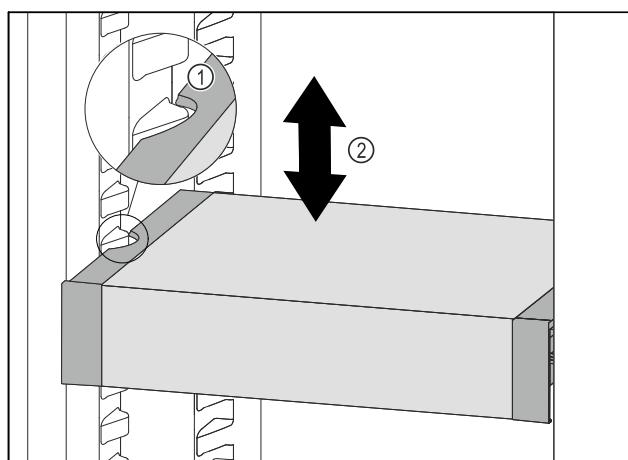

Fig. 113
- VarioSafe tiahajte dopredu, dokým sa bočné vybrania VarioSafe nebudú nachádzať vo výške rebra nádoby v chladničke. Fig. 113 (1)
- VarioSafe v chladničke presúvajte nahor alebo nadol, dokým sa dosiahne požadovaná výška. Fig. 113 (2)